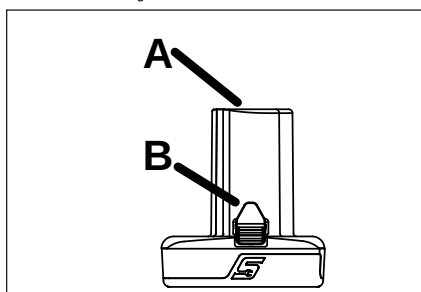

Figura 3: Batería
1. Inserte una batería de la serie CTB totalmente cargada en la base de la herramienta, como se muestra en la figura 3.